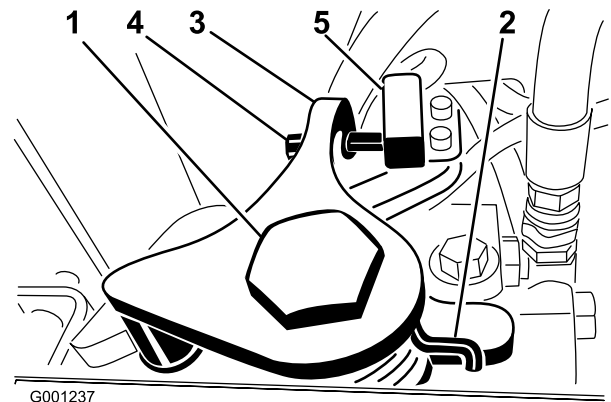

Figura 56
3. Afloje el tornillo de retención del lado opuesto de la leva de ajuste de la tracción (Figura 56).
7. Ajuste el tornillo del brazo de retorno a punto muerto (Figura 56) hasta que quede un espacio de 2 a 3 mm entre el extremo del tornillo y el contacto del interruptor.